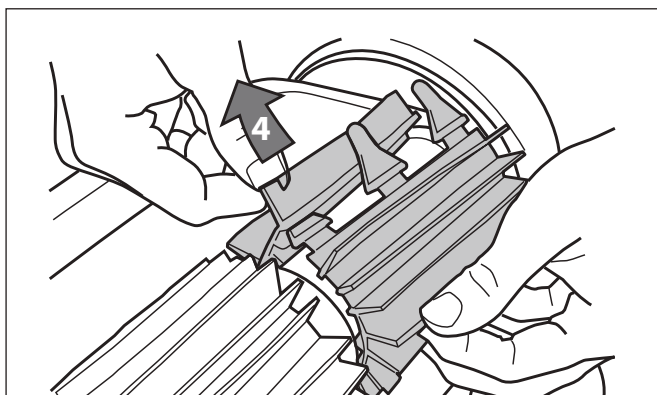

Figura 23. Inserte las lengüetas en cada ranura
4. Inserte cada lengüeta en la ranura provista y deslícelas suavemente hasta que la base salga del otro lado de la ranura (Figura 23).